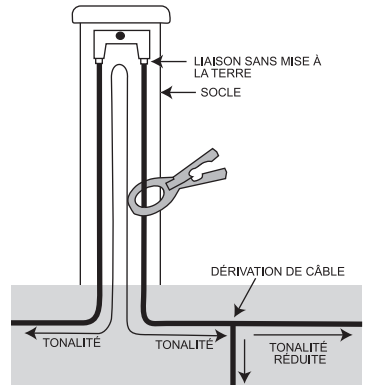

Fig. 12. Tonalité réduite au niveau d'une dérivation de câble
4. **Tonalité réduite au niveau de la dérivation :** Lorsque tonalité est appliquée à un câble comportant une dérivation, la tonalité est divisée, ce qui a pour effet de la réduire relativement à la longueur et au calibre de chaque conducteur. (Voir fig. 12)